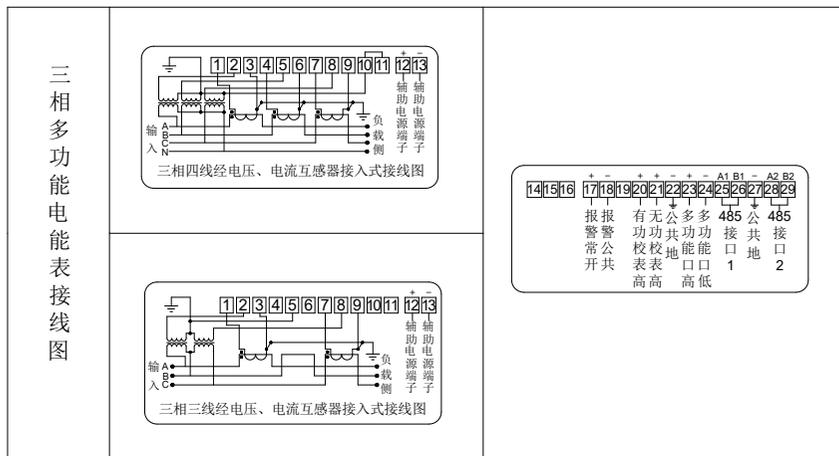

图 4 C 级 D 级经电压、电流互感器接入式接线图
a) 各种不同电源电压、接入方式的电能表安装接线图按图 4~5 所示：（如有差异，请以实物铭牌图为准）